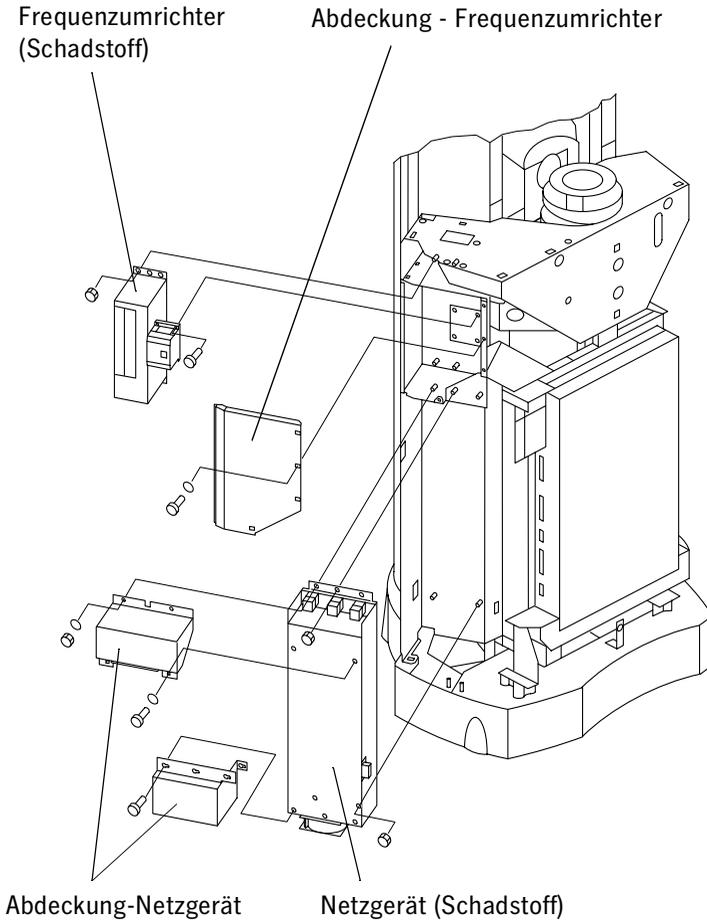

Bild 3
6. Netzgerät ausbauen	Abdeckungen vorher entfernen siehe Bild 3
7. Frequenzumrichter ausbauen	Abdeckung vorher entfernen, siehe Bild 3